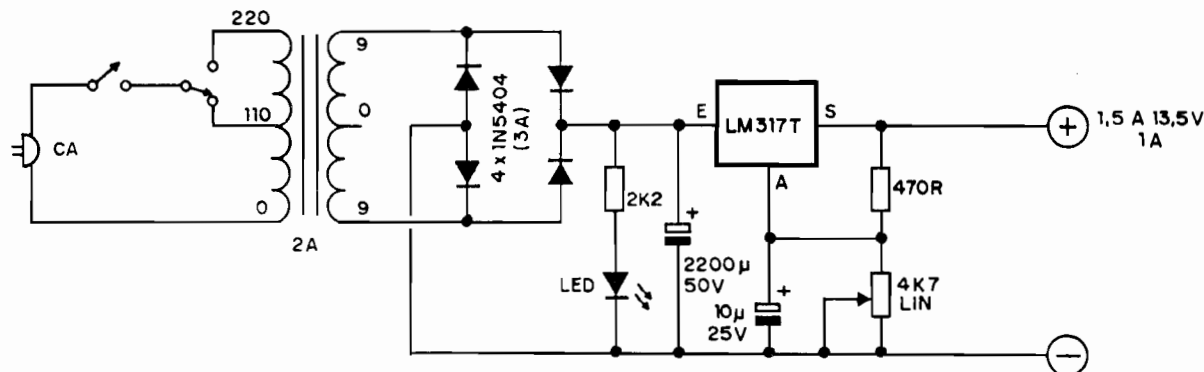

Fig. 1
- FIG. 1 - O CIRCUITO - Conforme foi dito aí na introdução, o circuito se resume (em termos ativos...) no Integrado específico LM317T, um "parente" industrial dos conhecidos reguladores de Tensão da série "78XX", porém dotado, nas suas entranhas, de importantes acréscimos que possibilitam o controle direto e perfeito da Tensão de Saída, dentro de ampla faixa, a partir do nível apresentado a um pino de controle (terminal "A"), dimensionada por simples potenciômetro (que, inclusive, toma sua referência da própria Saída, já estabilizada, do circuito, garantindo absoluta "fixação" de parâmetros, mesmo em face das mais adversas condições de uso...). O "começo" do circuito é relativamente convencional: precisamos (pelas exigências do próprio Integrado utilizado...) cerca de 18 volts, para que haja a suficiente margem de "manobra"